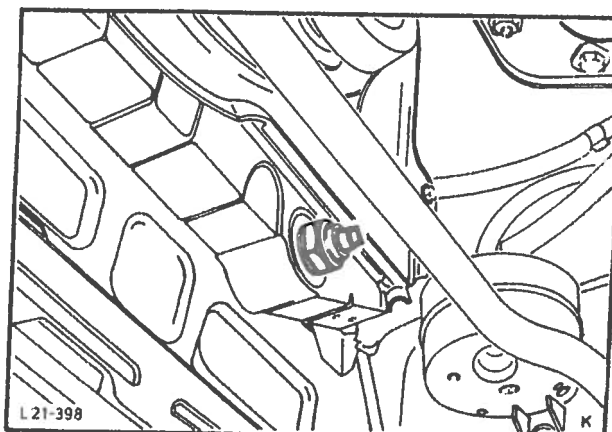

Fig. 12 Løsne ledningen for temperaturmålerens sender på radiatoren.
4. Demonter ekspansjonstankens slange fra radiatoren og løsne ledningen for temperaturmålerens sender på radiatoren, fig. 12. Demonter dekslet fra radiatoren, skru ut radiatoren (4 bolter) og ta den ut sammen med dekslet.